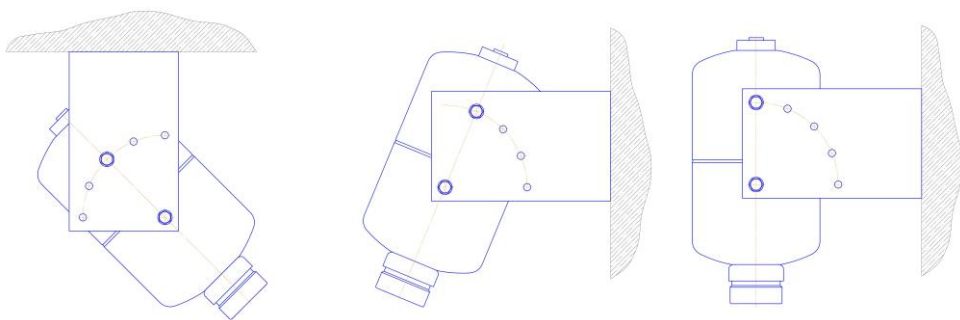

Рис.4
6.2.2 При ином размещении (изменении угла) (Рис.4) предусмотреть крепление универсального кронштейна, выдерживающее статическую нагрузку не менее 280кг в течение 5 минут.